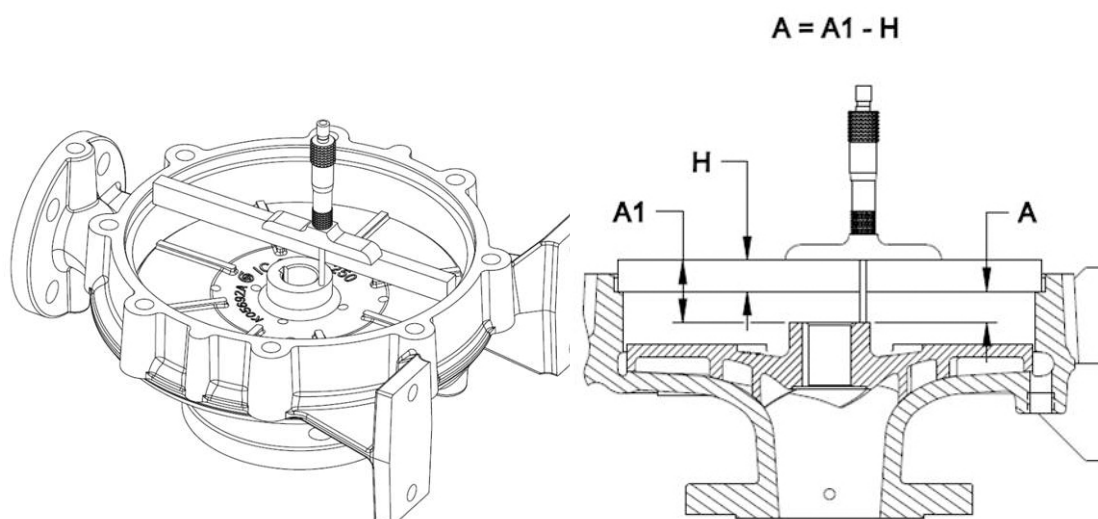
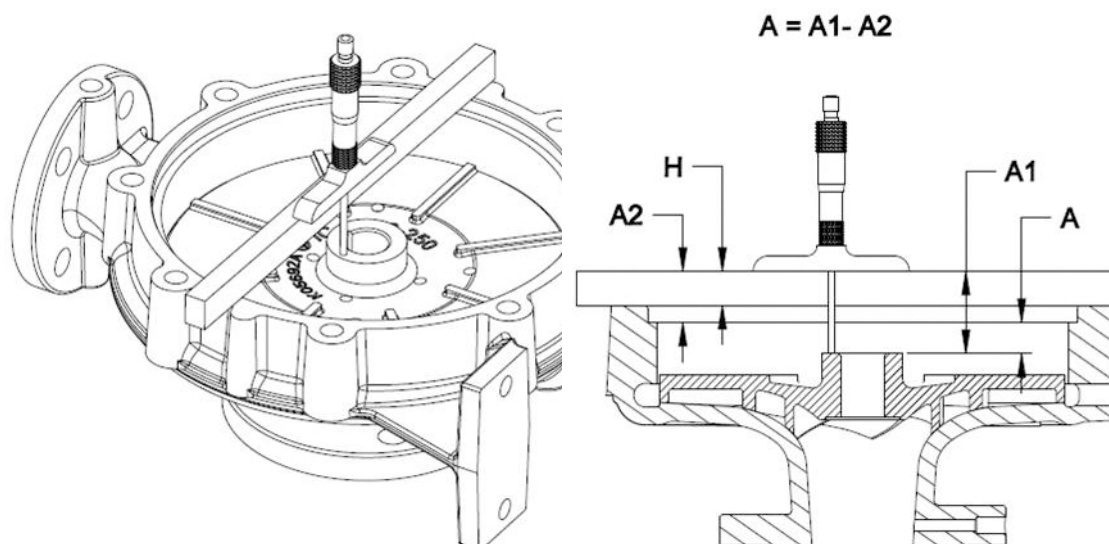

Bild 46: Metod för Goulds mätstång
Bild 47: Generisk mätstångsmetod
Om du använder ITT/Goulds K14153A mätstångssats, se Bild 46: Metod för Goulds mätstång on page 81, för en generisk stång Bild 47: Generisk mätstångsmetod on page 82.
17. Mät från stångens ovansida till pumphjulets (230) snavets funktion enligt Bild 46: Metod för Goulds mätstång on page 81 och registrera i fältet "A1".
18. Mät från stångens ovansida till husets (102 V) packningsyta enligt bilden i Bild 46: Metod för Goulds mätstång on page 81 och registrerad i A2-fältet.
19. Subtrahera A2 från A1 och registrera i A-fältet ($A = A1 - A2$) -- Se Bild 47: Generisk mätstångsmetod on page 82.
20. Fortsätt till steg 22 för mätning av pumphuslocket (161) till hylsan (524) – se Bild 47: Generisk mätstångsmetod on page 82.
22. Subtrahera H från "A1" och registrera värdet i fältet "A" ($A = A1 - H$) -- se Bild 46: Metod för Goulds mätstång on page 81.